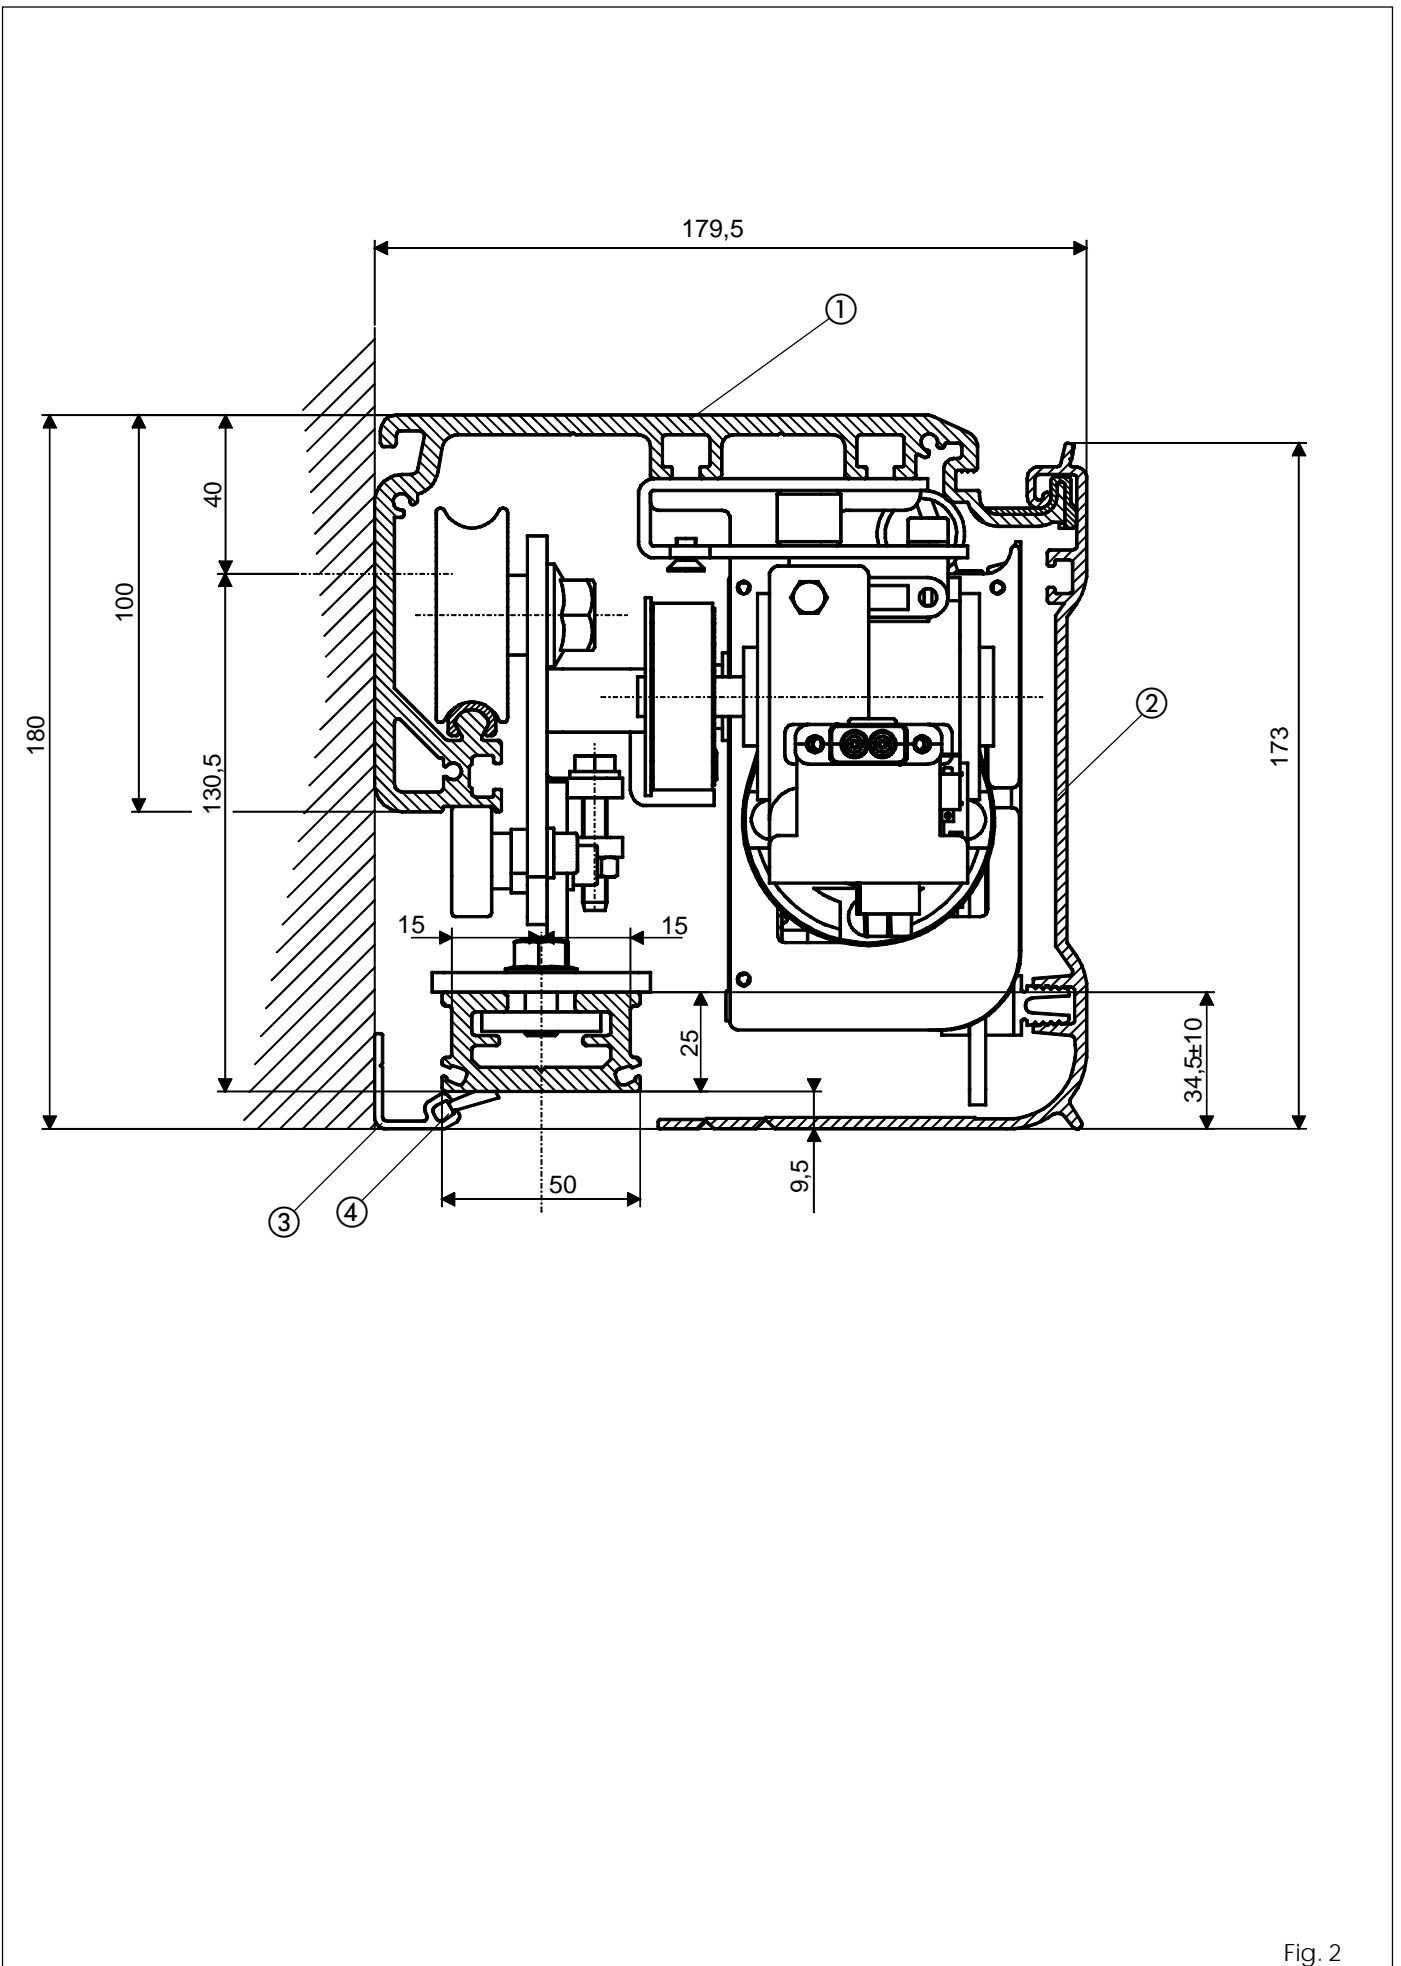

Fig. 2
Profiel SM (fig.2 ref. ①)
Frontale kap (fig. 2 ref. ②)
Sluitprofiel (fig. 2 ref. ③)
Borstel voor sluitprofielen (fig. 2 ref. ④)